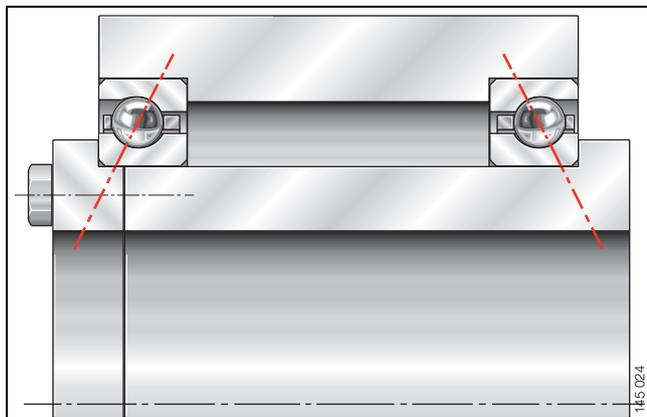

Bild 7 · Kombinierte Schrägkugellager, O-Anordnung, Gehäuse mit zweiseitigem Bund
- ein Gehäuse mit zweiseitigem Bund (Bild 7)